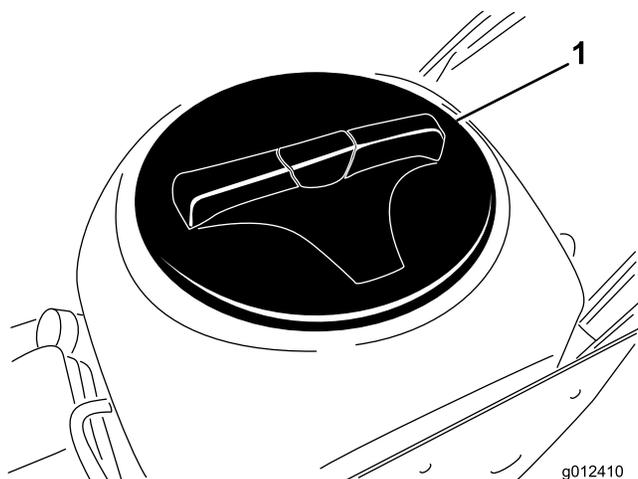

Figura 22
4. Togliete il coperchio del serbatoio (Figura 22).